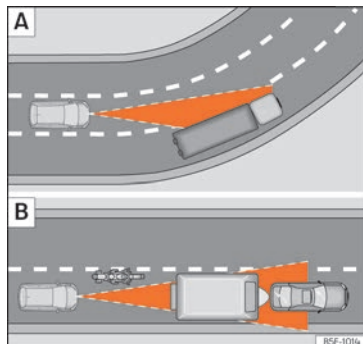

Abb. 119 A) Fahrzeug in einer Kurve. B) Vorausfahrender Motorradfahrer außerhalb des Erfassungsbereichs des Radarsensors.
Es ist möglich, dass die ACC das vorausfahrende Fahrzeug in der Kurve nicht erkennt oder die Entfernung zu Fahrzeugen einstellt, die sich auf anderen Fahrspuren befinden »» (Abb. 119)
- Versetzt fahrende Fahrzeuge oder Fahrzeuge, die außerhalb des Erkennungsbereichs des Sensors fahren, z. B. Motorräder »» (Abb. 119)